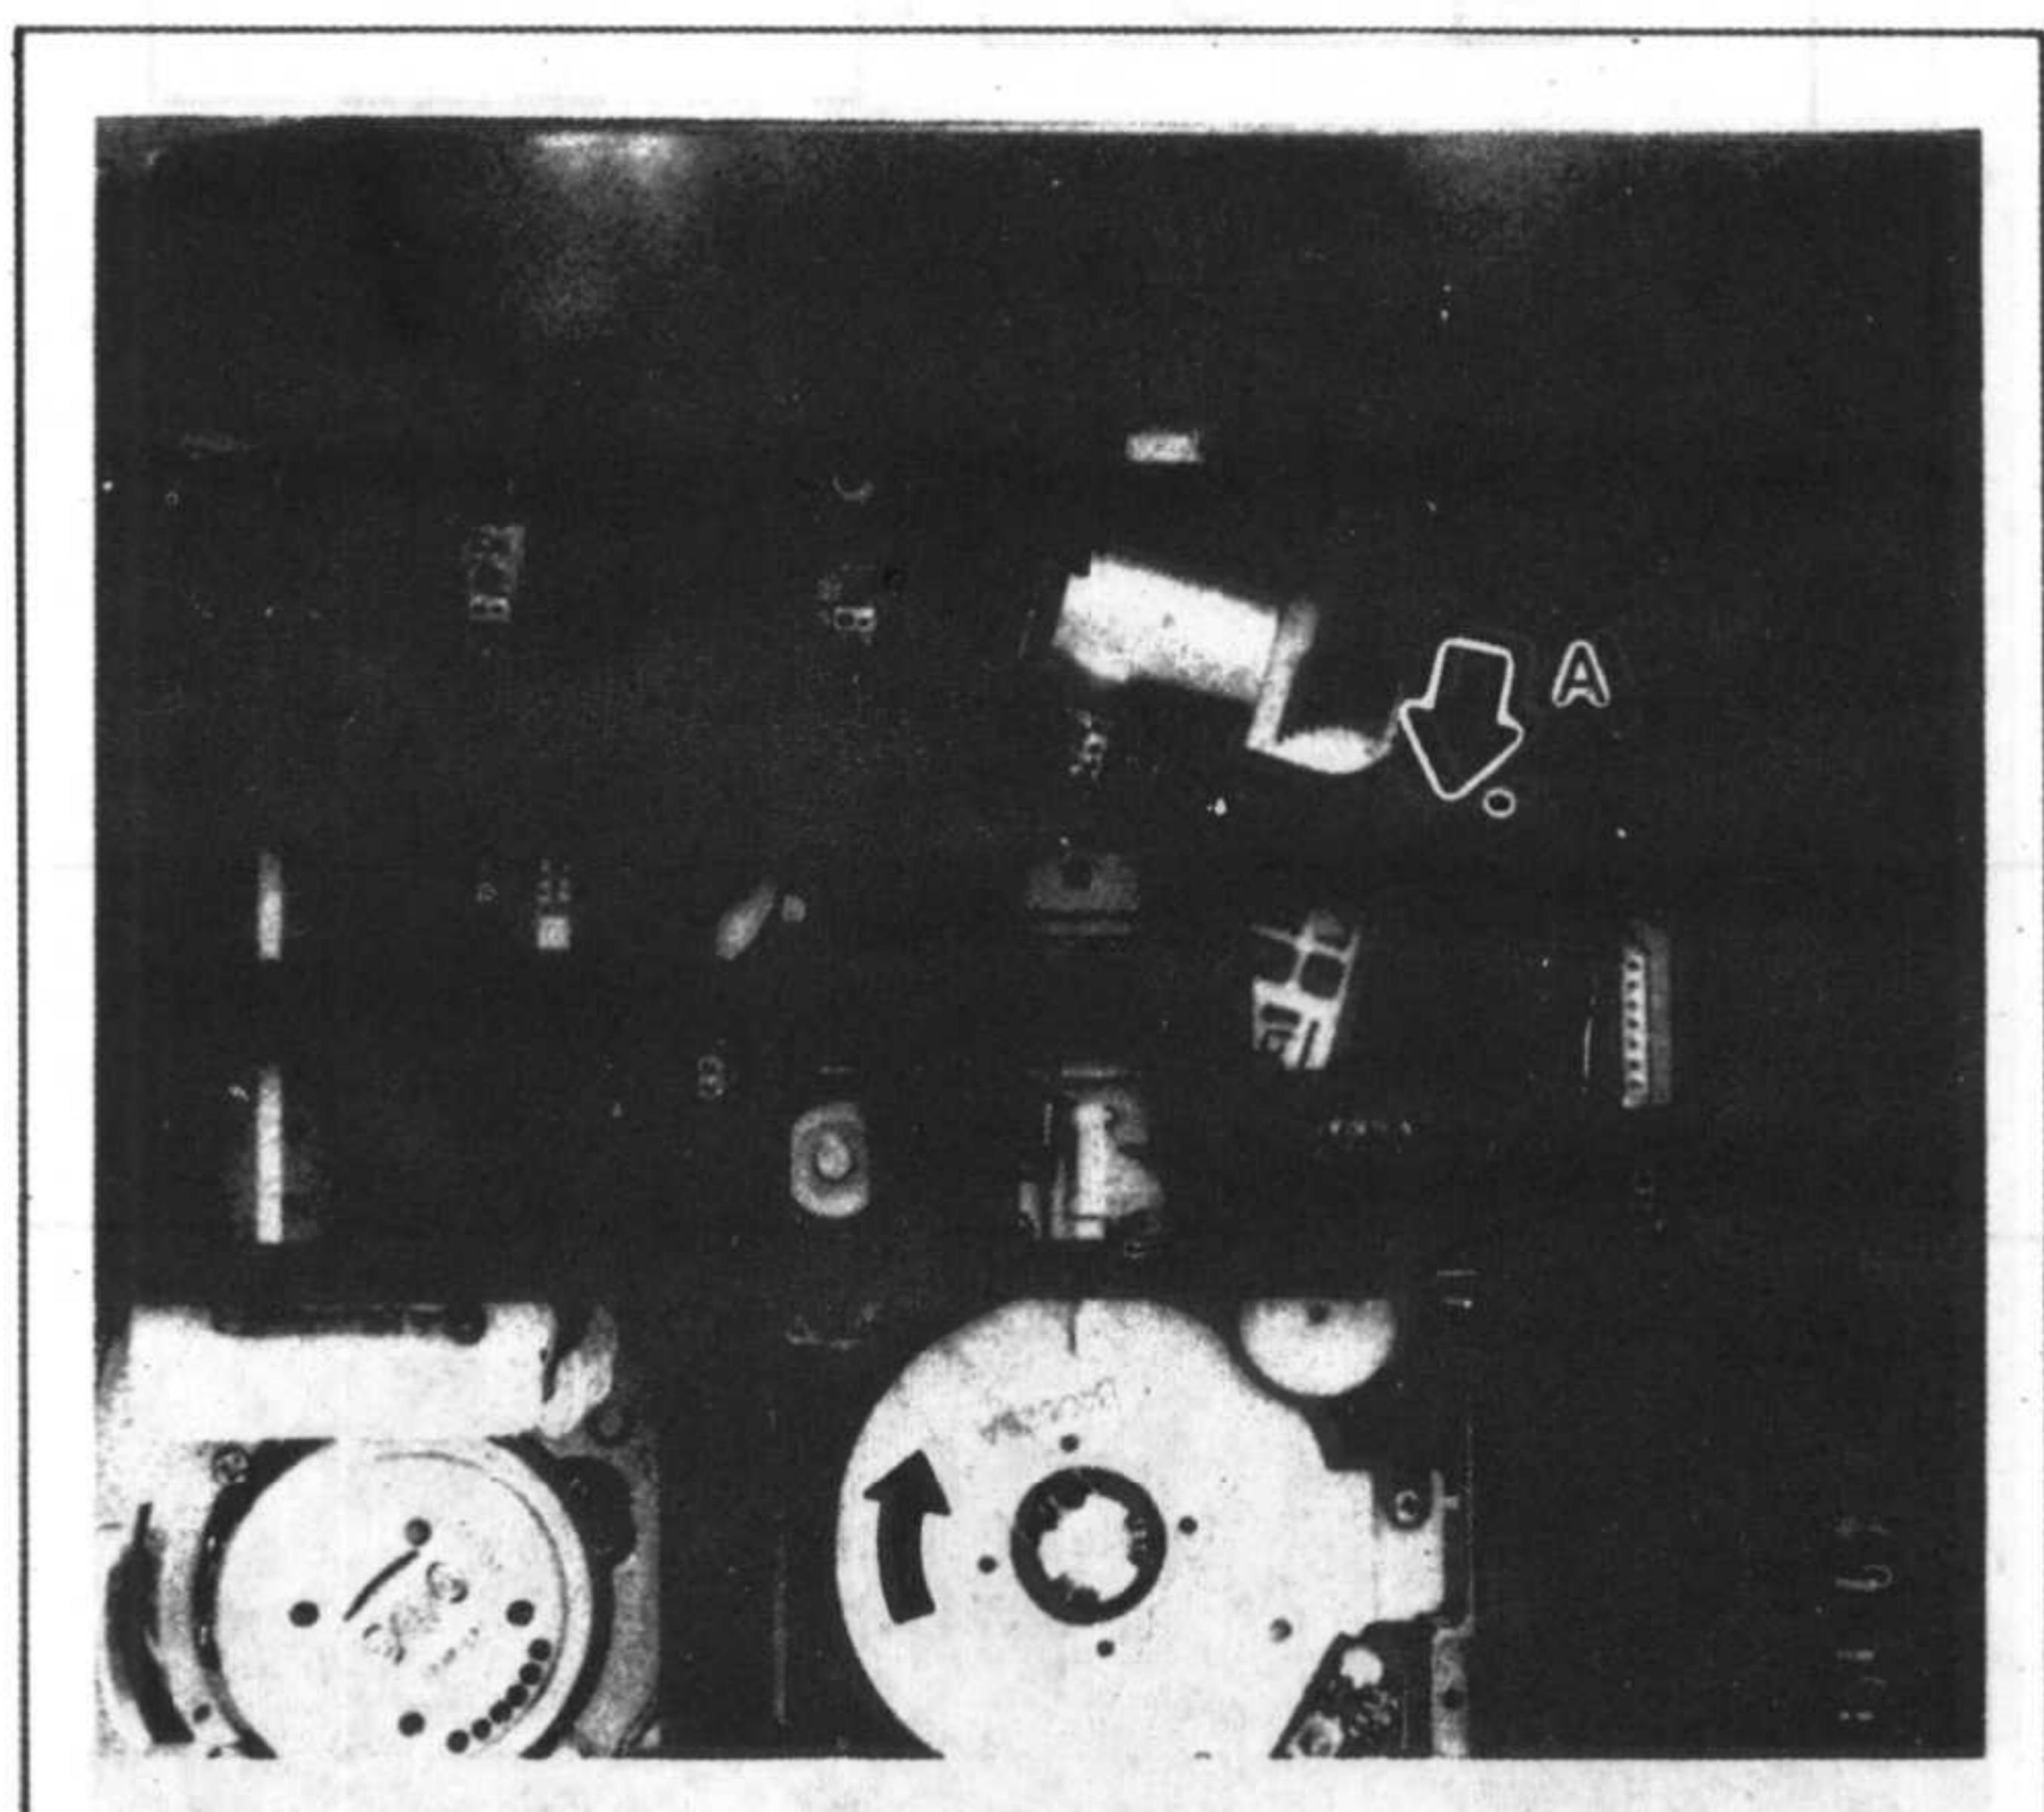

图 S7
2) 如图S7所示，用手指将蜗轮转动到“A”箭头方向，将加载柱移动至卸载位置。